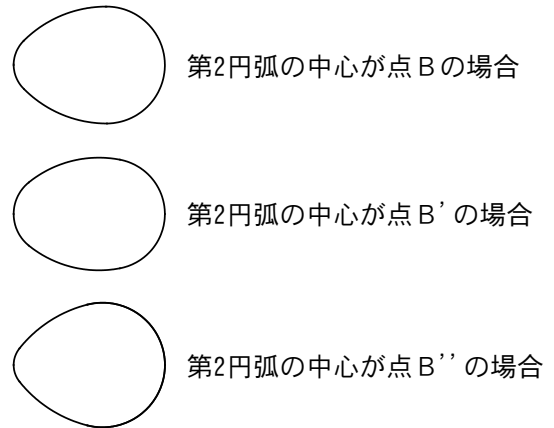

図2 三円法における作図例
形を修正したい場合は、第2円弧を描く際の点Bを移動させることで可能です。例えば、点Bを通り線分CDに平行な線上の点B'に移動させた場合、①原点Oを通る線分A'B'を半径とし点B'を中心として円弧A'E'を描きます。②点Cを中心とし半径CE'の円弧をF'まで描きます。図2が本方法で描いた卵形です。点BをX軸に平行な直線上を右に移動させるか左に移動させるかで形の変わり方が異なります。例えば点B'のように点Bより左側に移動させると長い形になりますし、点B''のように右側に移動させると短くなります。もしくは、点Bを線分ABの延長上に移動させても形を変化させることができます。